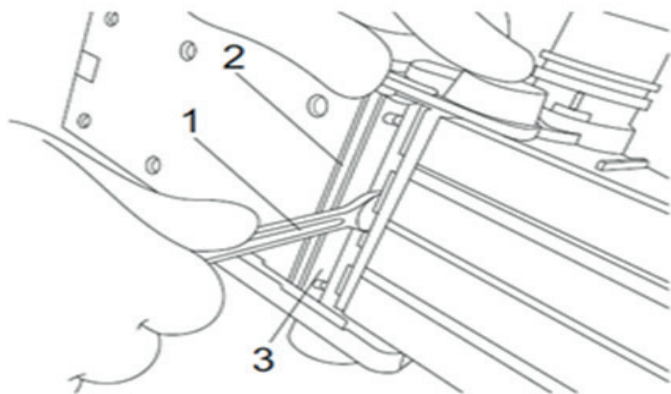

Рис.4
- Отвинтите гаечным ключом (1) три установочных винта.
- Извлеките клин (3) с ножом (2) из паза барабана.
- Переверните нож (нож имеет двустороннюю заточку) или замените его на новый. (Рис.4)